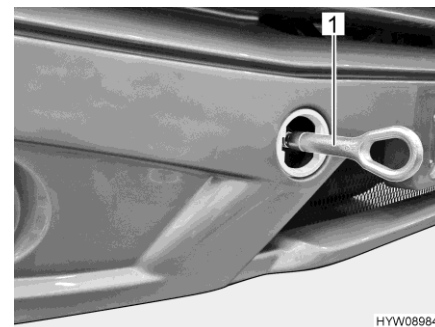

Fig. 39 Argolla de remolque (montada)
- Montar la argolla de remolque (Fig. 39,1) conforme a las indicaciones en las instrucciones de funcionamiento del vehículo básico.